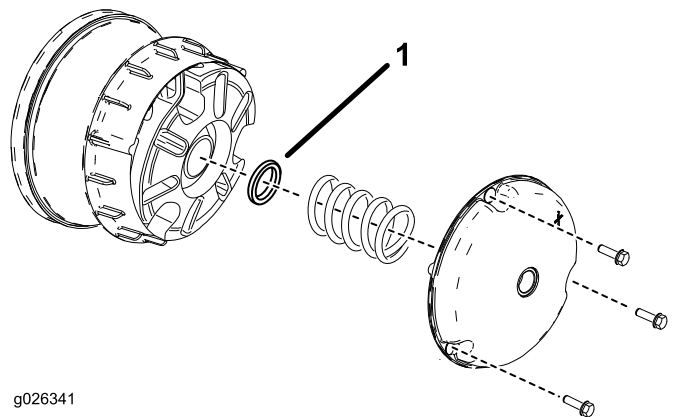

Figura 60
2. Scoatei uruburile care fixează capacul ambreiajului primar aa cum se arată în Figura 60.